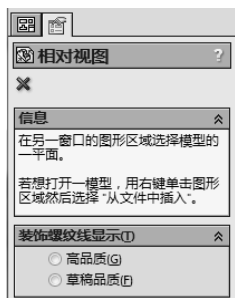

图 8-20 相对视图控制板
- [4] 单击【插入】/【工程视图】/【相对于模型】, 出现相对视图控制板, 如图 8-20 所示。